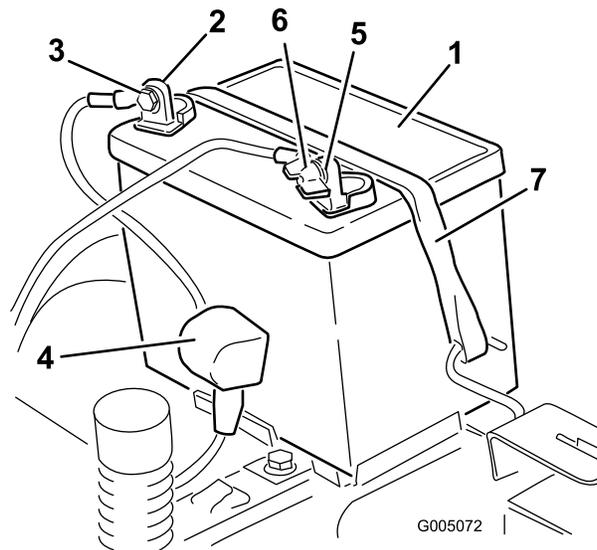

Figure 34
4. Débranchez le câble négatif (noir) de mise à la masse de la borne de la batterie (Figure 34). Mettez les fixations de côté.
5. Repoussez le capuchon en caoutchouc sur le câble positif (rouge). Débranchez le câble positif (rouge) de la borne de la batterie (Figure 34). Mettez les fixations de côté.
6. Enlevez la sangle de maintien de la batterie (Figure 34) et ôtez la batterie de son support.
- Placez la batterie dans son support en tournant les bornes vers la position de fonctionnement (Figure 34).
- Fixez la batterie en place à l'aide de la sangle de maintien (Figure 34).